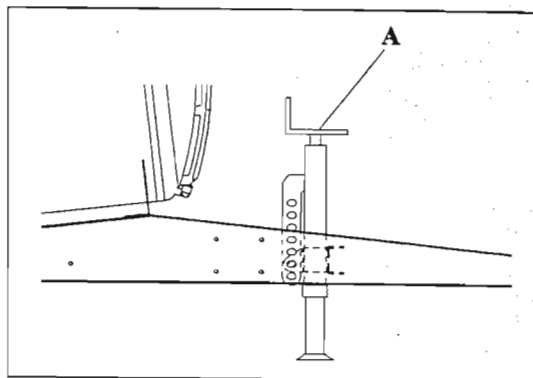

Figure 8: béquille de stationnement
- 1° Pour abaisser le timon ou relever la béquille, tourner la manivelle A (voir figure 8) dans le sens des aiguilles d'une montre.